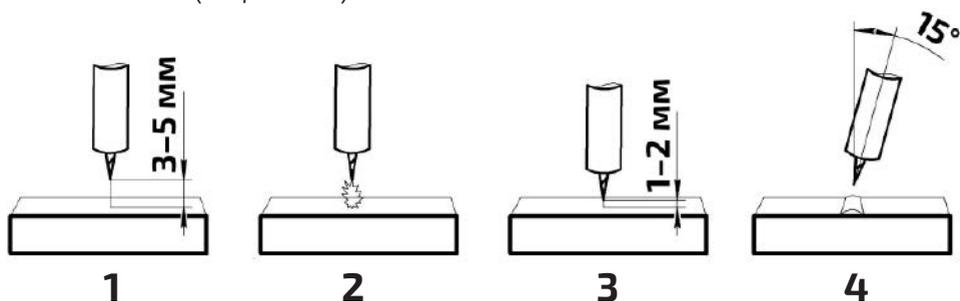

Рис.7.6.1. Высокочастотный поджиг дуги.
**Высокочастотный поджиг (HF)** позволяет зажечь TIG дугу без касания к изделию. Основное преимущество в том, что при зажигании дуги в основном металле не остается вольфрамовых включений (см. рис. 7.6.1).